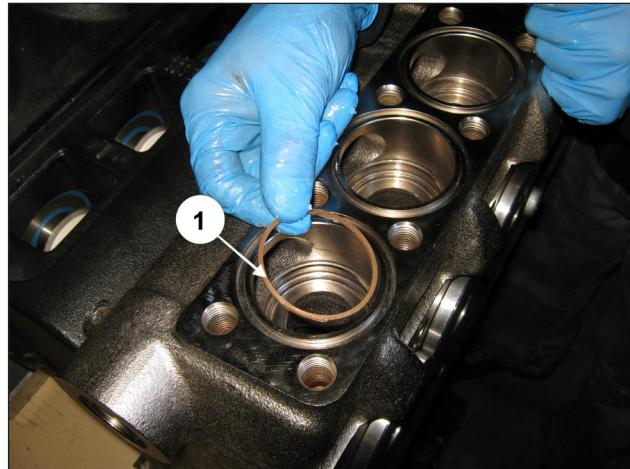

Рис. 142
Приступите к монтажу нагнетательных клапанных узлов: Вставьте антиэкструзионное кольцо, поз. №21 на деталировочном чертеже (поз. ①, Рис. 142).